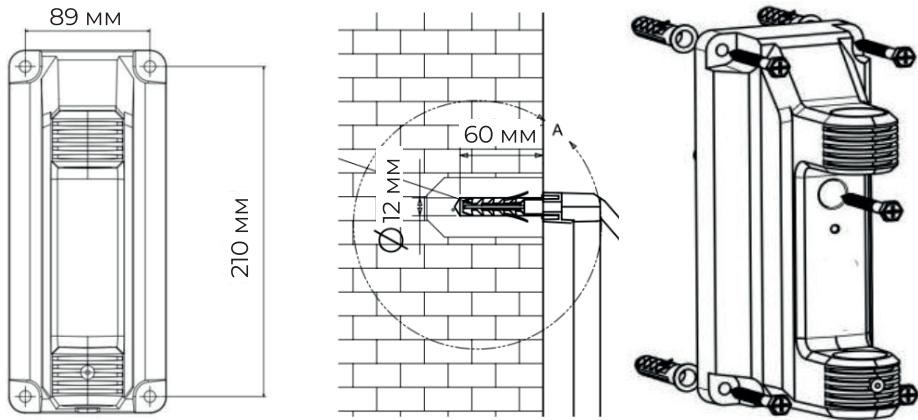

Рисунок 2 - Установка на стену
3. Возьмите кронштейн в качестве шаблона, чтобы отметить место для винтов, и просверлите четыре отверстия (12 мм x 60 мм) в стене (См. Рис. 2).
4. Закрепите кронштейн на стене (См. Рис. 2).